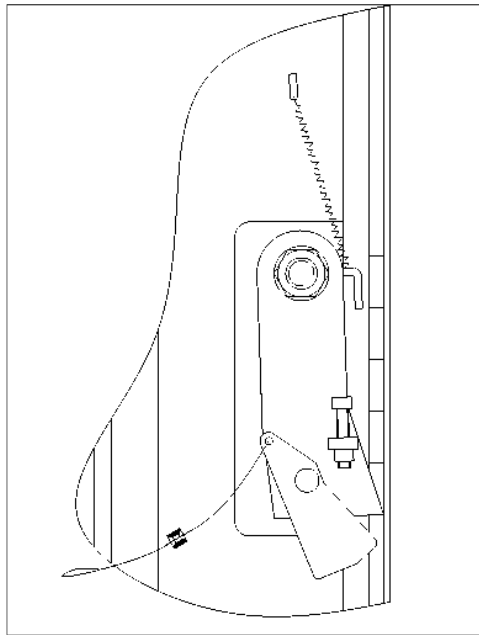

Рис. 16
- ◆ При поломке гидроцилиндра сработают безопасности (Рис. 16), расположенные внутри стоек. Стопоры выталкиваются пружиной и немедленно блокируют движение кареток, исключая их опускание.